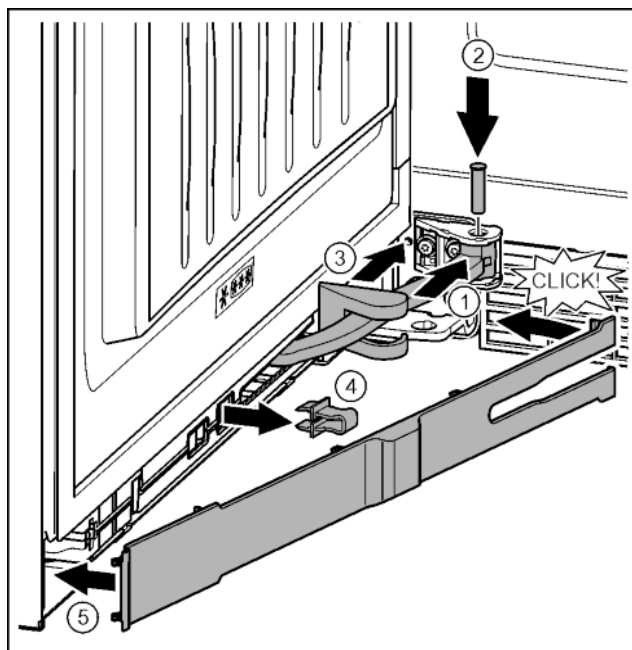

Fig. 40
- ▶ Przegub obrócić w mocowaniu. Fig. 40 (1)
- ▶ Przy pomocy śrubokręta T15 sworzeń umieścić w mocowaniu i przegubie. Przy tym zwrócić uwagę, aby krzywka zatrzaskowa została prawidłowo umieszczona w rowku. Fig. 40 (2)
- ▶ Osłonę płytki zawiasu przesunąć wzdłuż przegubu i zamontować nad mocowaniem. Fig. 40 (3)
- ▶ Zdjąć zabezpieczenie. Fig. 40 (4)
- ▶ Zaślepki założyć od strony uchwytu i przechylić. Fig. 40 (5)